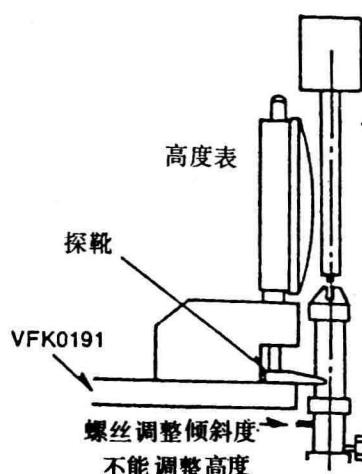

图44
③用调整螺丝刀转动导柱, 降低2个磁带导柱(P2和P3)的高度, 使磁带导柱的下端低于调整模板的基面, 如图44所示;